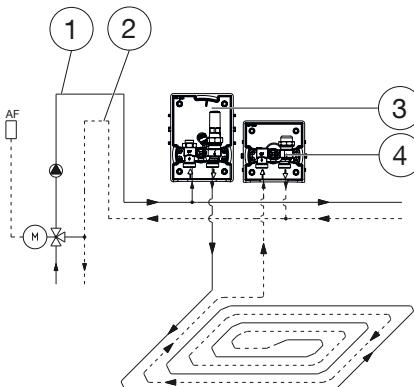

Fig. 8: Raccordement
- Pour l'isolation de la surface chauffante nous recommandons le montage supplémentaire de l'« Unibox RLA » (voir Fig. 8 en page 47).